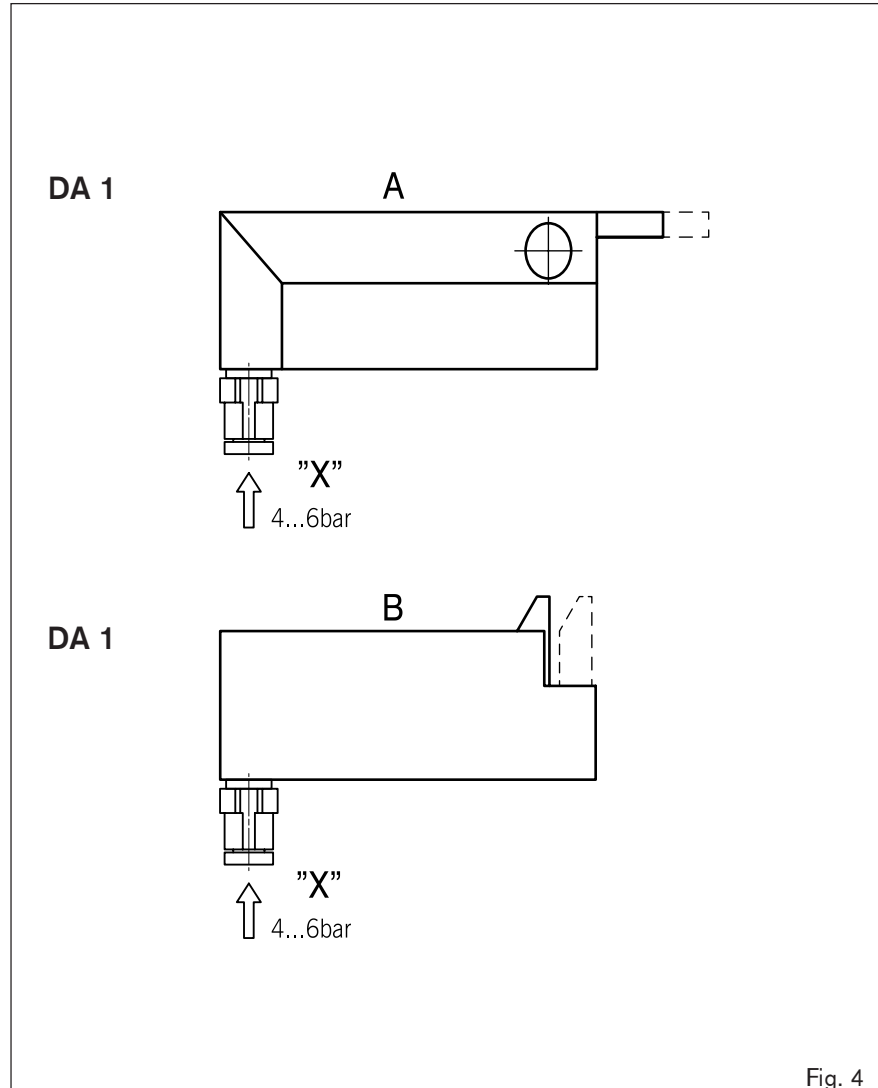

Fig. 4
► **Druckluftanschluß (Fig. 4)**
►► **Compressed air connections (Fig. 4)**
►►► **Branchement pneumatique (Fig. 4)**
►►►► **Collegamento pneumatico (Fig. 4)**
►►►►► **Conexión de aire comprimido (Fig. 4)**